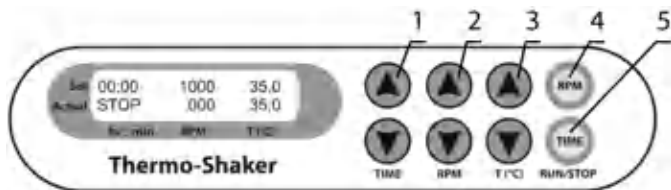

Рисунок 1. Панель управления
- 5.3.1. **Установка времени (TIME).** С помощью соответствующих кнопок ▼ и ▲ (рис. 1/1) установите необходимый интервал времени в часах и минутах (шаг 1 мин.).
- 5.3.2. **Установка скорости (RPM).** С помощью соответствующих кнопок ▼ и ▲ (рис. 1/2) установите необходимую скорость (шаг 10 об/мин).
- 5.3.3. **Установка температуры (T, °C).** С помощью соответствующих кнопок ▼ и ▲ (рис. 1/3) установите необходимую температуру (шаг 0,1°C).
Внимание! Термостатирование платформы можно остановить, только понижая температуру кнопкой T(°C) ▼ (рис. 1/3, нижняя кнопка) до индикации OFF в верхней строке дисплея. В этом режиме прибор можно использовать в холодных помещениях как перемешивающее устройство без термостабилизации.
5.4.2. Нажмите кнопку **RPM-RUN/STOP** (рис. 1/4). При этом начинается движение платформы, и таймер начнет отсчет установленного интервала времени (с точностью до 1 мин.).
5.7. При необходимости можно перезапустить таймер во время его работы. Для этого дважды нажмите кнопку **TIME RUN/STOP** (рис. 1/5), первый раз для остановки таймера, второй - для повторного запуска.
Внимание! Движение платформы прекращается автоматически по истечении установленного времени. Термостатирование платформы можно остановить, только понижая температуру кнопкой **T(°C) ▼** (рис. 1/3, нижняя кнопка) до индикации **OFF** в верхней строке дисплея.